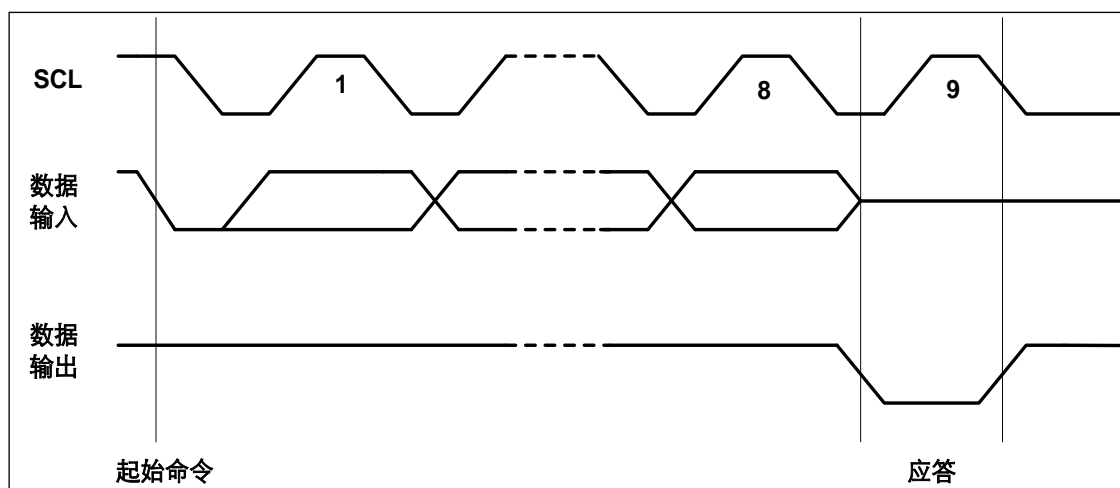

图 19-5 输出应答(ACK)
**输出应答:** SDA 上的数据都是以 8 位为一组串行输入和输出的, MSB 先发, 接收方在收完每个字节后应当第 9 个周期回发一个回应 acknowledge 位(以下简称 ack), ack 的时钟由主机提供。发送方在 ack 期间悬空 SDA, 接收方须将 SDA 拉低, 确保 ack 时钟高电平期间 SDA 为低, 形成有效的 ack 信号(参见图 19-5)。